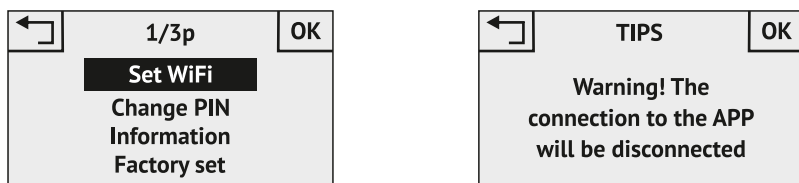

Рис. 6
6. Выберите **Set Wi-Fi**, нажмите **OK**, см. рис. 6 для подключения устройства к приложению.